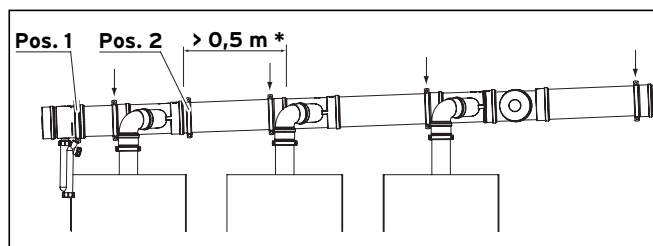
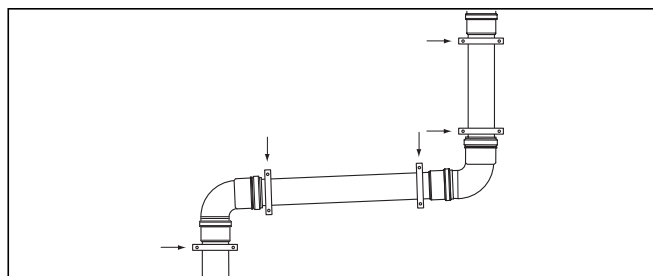

Fig. 4.17 Montaggio delle staffe dopo le prolunghe
Fig. 4.18 Montaggio delle staffe dopo le deviazioni
Per ogni prolunga, utilizzare sempre una staffa nelle immediate vicinanze del manicotto, vedere fig. 4.17. Dopo ogni deviazione va impiegata per la prolunga un'ulteriore staffa, vedere fig. 4.18.
*** Se la prolunga utilizzata è lunga più di 0,5 m, ne va impiegata un'altra ancora (pos. 2, fig. 4.17).**